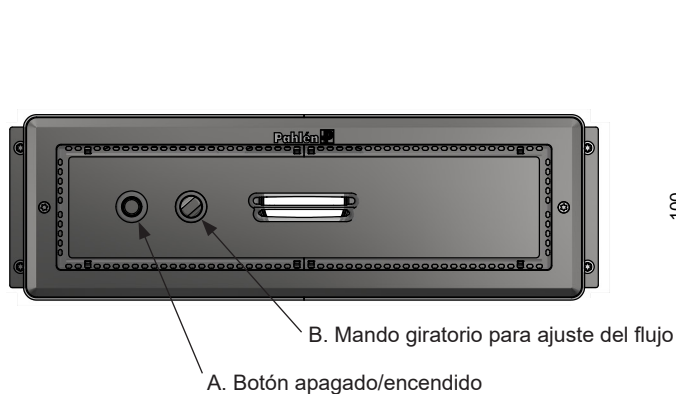

Imagen 3: Jet Swim Athlete vista desde delante.
1. Для запуска нажмите кнопку пуска (А) спереди, см. рисунок 3.
2. Струя может быть отрегулирована поворотом ручки (В), см. рисунок 3.